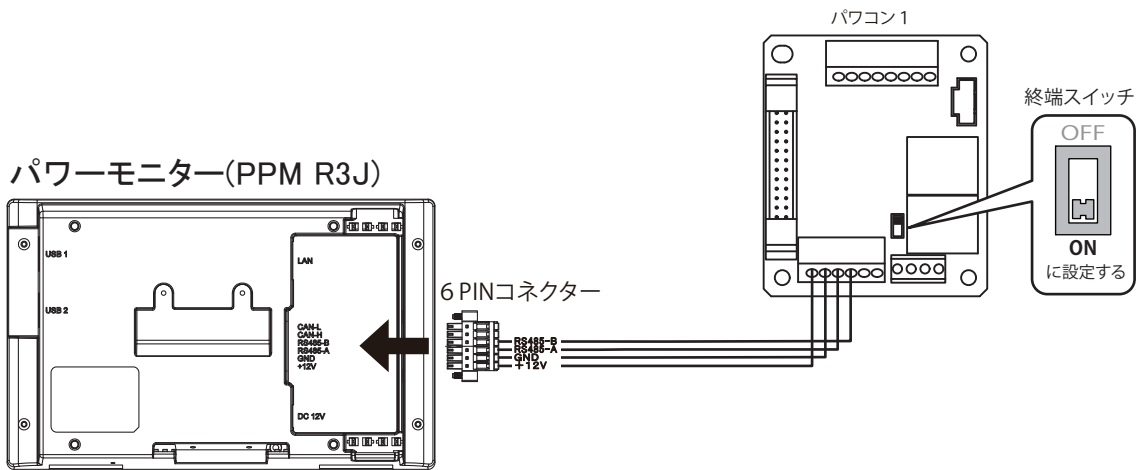

図 5-9 1台のパワーコンディショナを接続するとき
- ・複数のパワーコンディショナを直列接続するときは、図 5-9のとおり、最後のパワーコンディショナの終端抵抗を ON に設定してください。